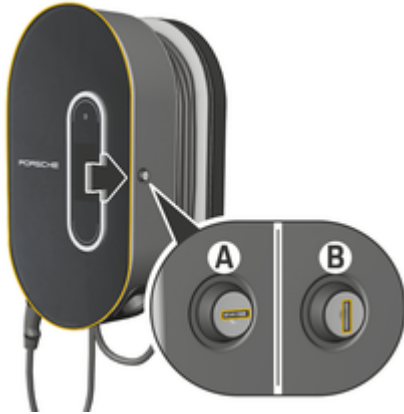

Fig. 9: Estação de carga
- ▶ Rode a fechadura para a posição **A** (Fig. 9).
- ▶ Rode a fechadura para a posição **B** (Fig. 9).